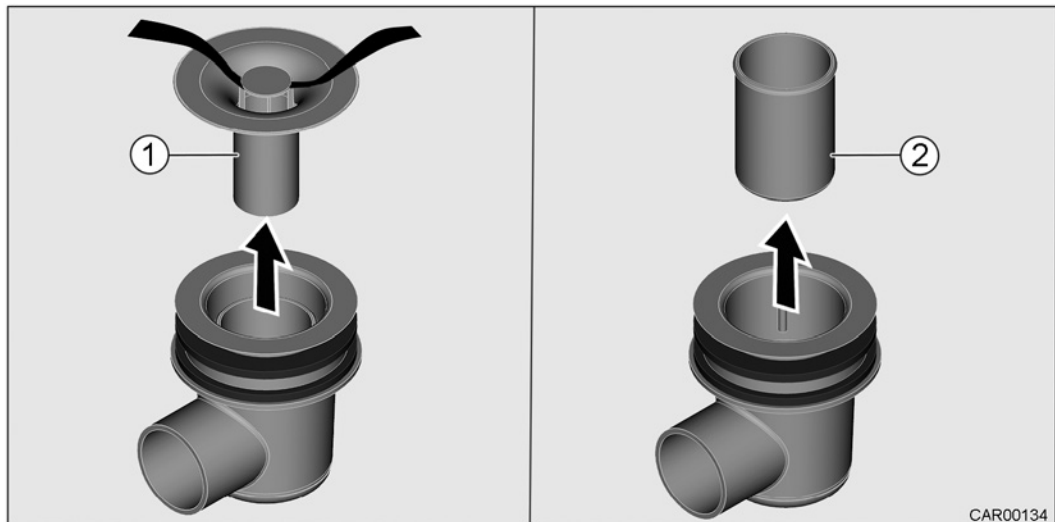

Fig. 150 Siphon (siphon, douche), variante avec parement chromé
1. Enfiler un bout de ficelle à travers le capuchon (Fig. 150/1), tirer prudemment le capuchon vers le haut et l'enlever.
2. Tirer le gobelet (Fig. 150/2) vers le haut et l'enlever.